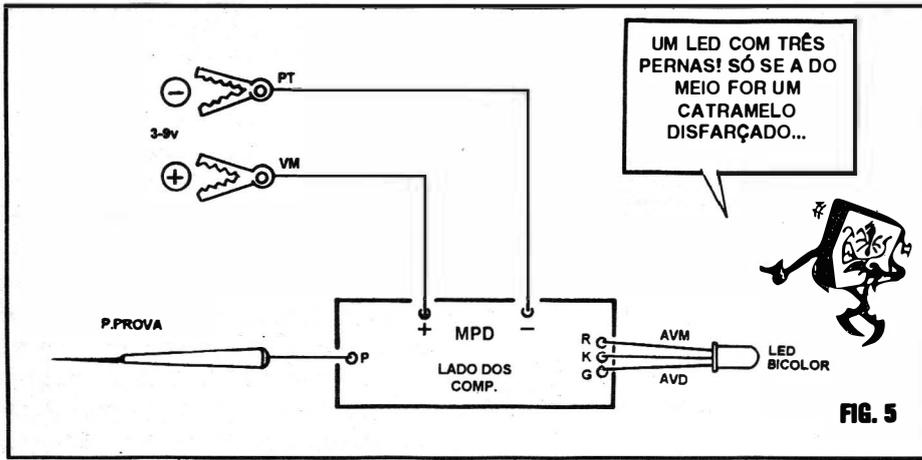

FIG. 5
- **FIG. 5 - CONEXÕES EXTERNAS À PLACA** - O aproveitamento das ditadas ilhas “periféricas”, fica agora evidente, com o detalhamento das conexões externas à placa. Os cuidados são poucos (porém importantes...): ligar corretamente os três terminais do LED bicolor, identificar também corretamente as polaridades dos cabos e garras da alimentação (usar a “jacaré” vermelha para o positivo, e preta para o negativo...), etc. A conexão à ponta de prova deve ser curta, a do LED direta, e a da alimentação, com cabos mais ou menos longos, facilitando o uso e o acesso da energia “roubada” do circuito sob prova...